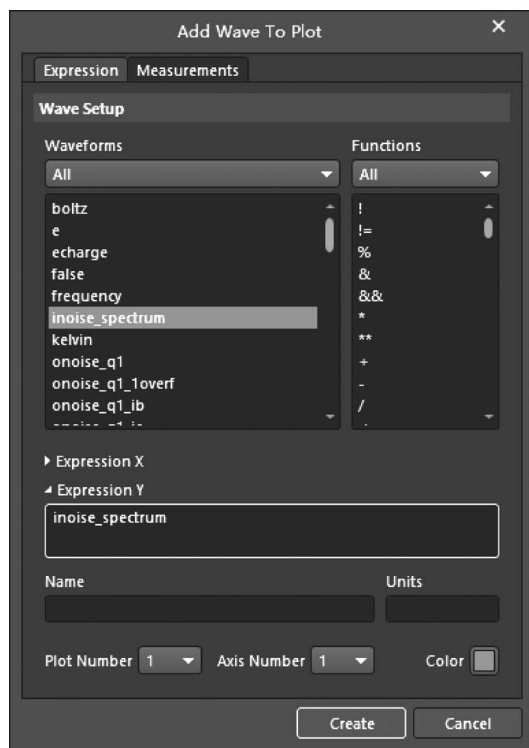
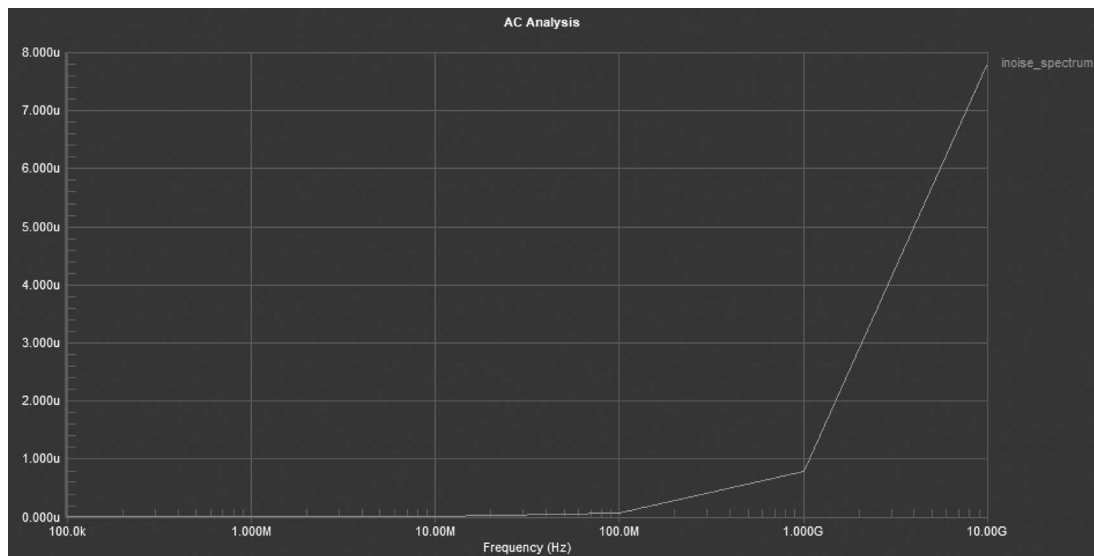

图 3-52 在绘图图标中加入波形
图 3-53 输入噪声谱密度仿真波形
(3) 在 Noise Spectral Density 界面需要加入观测的噪声波形信号。单击鼠标右键选择 Add Plot...,在 Plot Wizard 对话框中单击 Next,进入最后一步,单击 Finish 按钮生成一个绘图图表。
(4) 在 Noise Spectral Density 界面单击鼠标右键选择 Add Wave to Plot...,如图 3-52 所示选择 inoise_spectrum 并单击 Create 按钮加入波形,输入噪声谱密度仿真波形如图 3-53 所示。